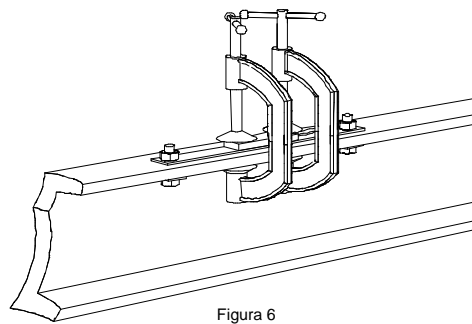

Figura 6
Passo 5. Ajuste final das porcas, ajustando a zona central das células. Antes de apertar as porcas, presse a zona central de cada célula como mostra a figura 6. Depois, faça o ajuste final com chave de tubo ½". Uma vez feito isso, retire as prensas.